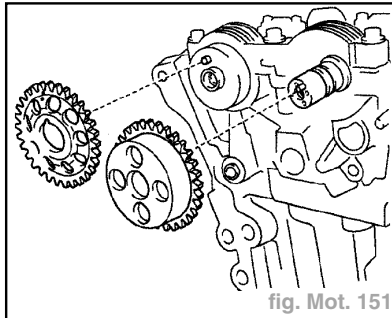

fig. Mot. 151
- Aligner le repère de distribution de l'ensemble de commande de synchronisation des soupapes et la goupille, puis reposer l'ensemble de commande sur l'arbre à cames (fig. Mot. 151).